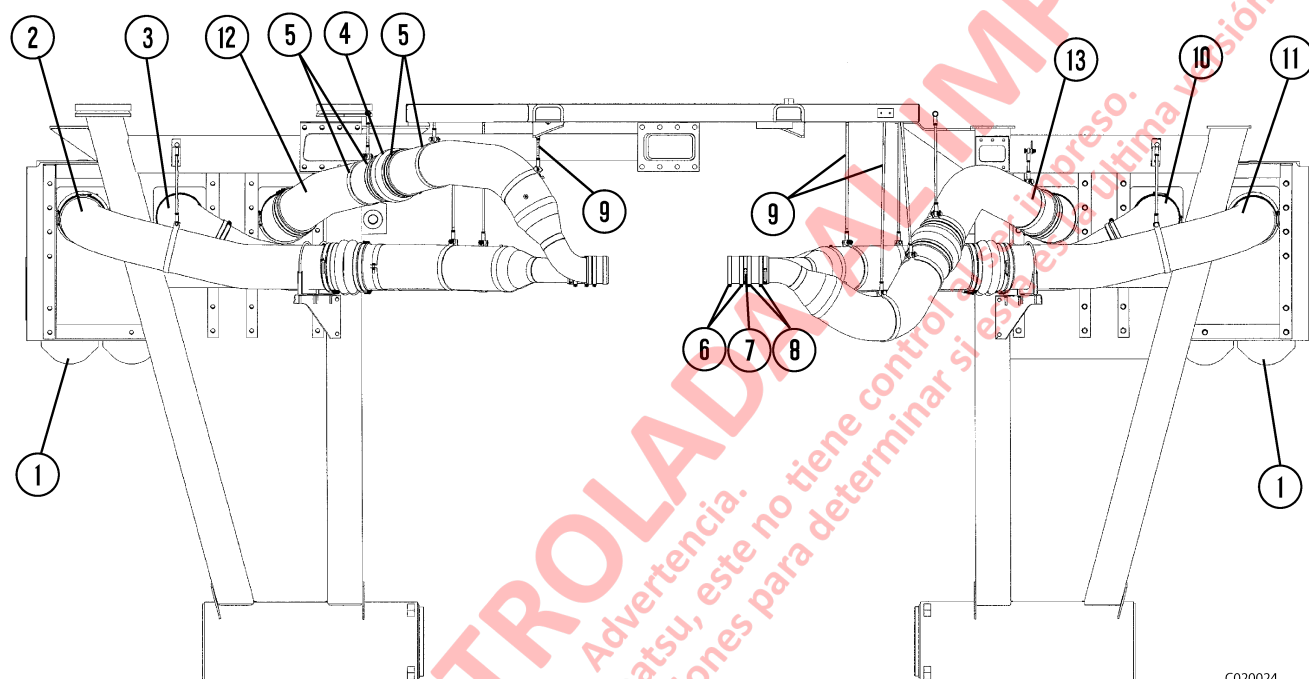

FIGURA 2-4. TUBERÍAS DE ENTRADA DE AIRE DEL MOTOR
8. Saque las varillas de soporte del ducto de admisión de aire del motor (9, Figura 2-4). Saque todas las mangueras y los cables eléctricos conectados a la plataforma central.
11. Suelte las abrazaderas con pasador en T (5) de las mangueras jorobadas (4) entre los seis ductos de entrada de aire del motor y los ductos de salida del depurador de aire.
4. Instale los soportes de los ductos de entrada de aire del motor. Instale los ductos de entrada entre los turbocargadores y los ductos de salida del depurador de aire (vea la Figura 2-4). Asegúrelos firmemente para garantizar que estén realmente sellados. Consulte las Figuras 2-4 y 2-12 para ver ejemplos del montaje y la alineación correcta.